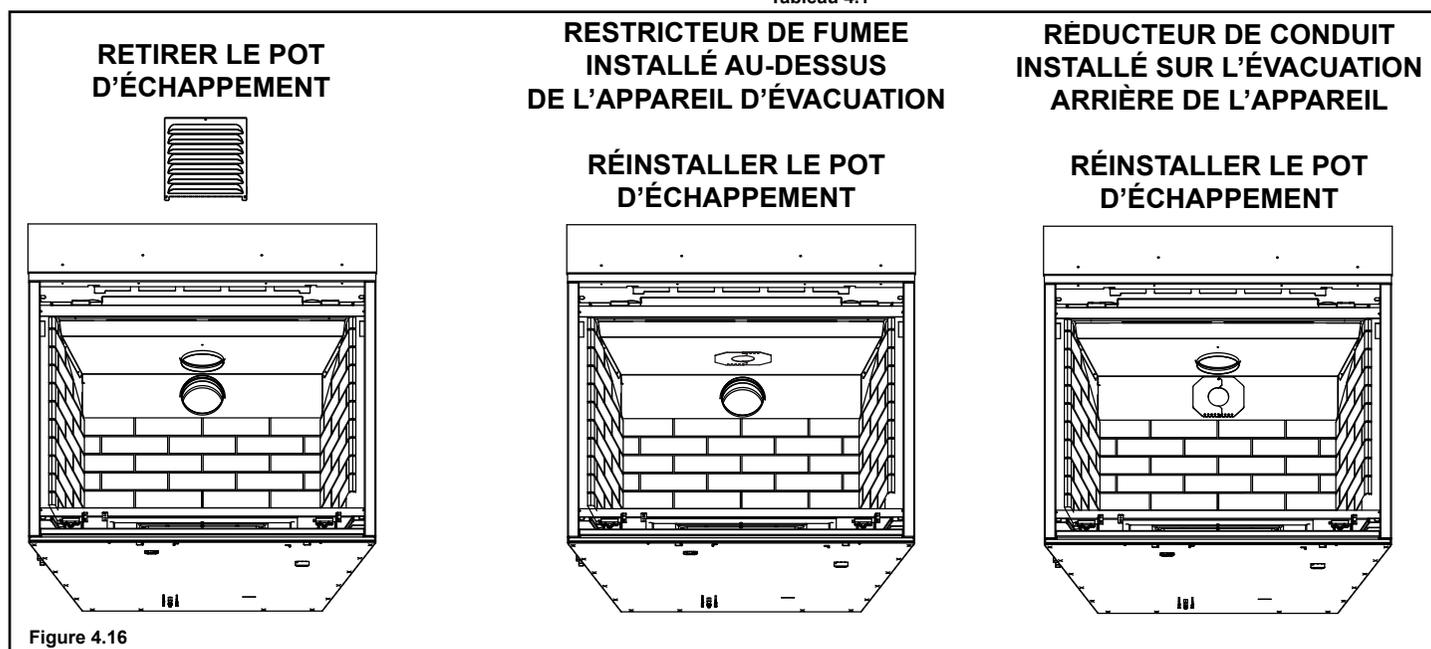

Figure 4.16
1. Retirez la plaque d'échappement. Voir la figure 4.16
4. Centrez les deux pièces du réducteur de conduit sur le conduit d'évacuation au réglage sélectionné à l'étape 3 et en fixant à l'aide des deux vis autotaraudeuses. Voir la figure 4.16